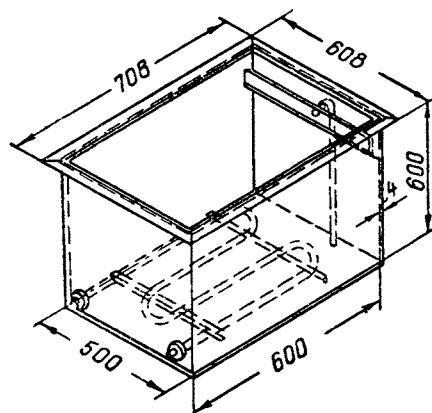

Рис. 5. Ванна горячей промывки
2) ванны для промывки в горячей воде (рис. 5);